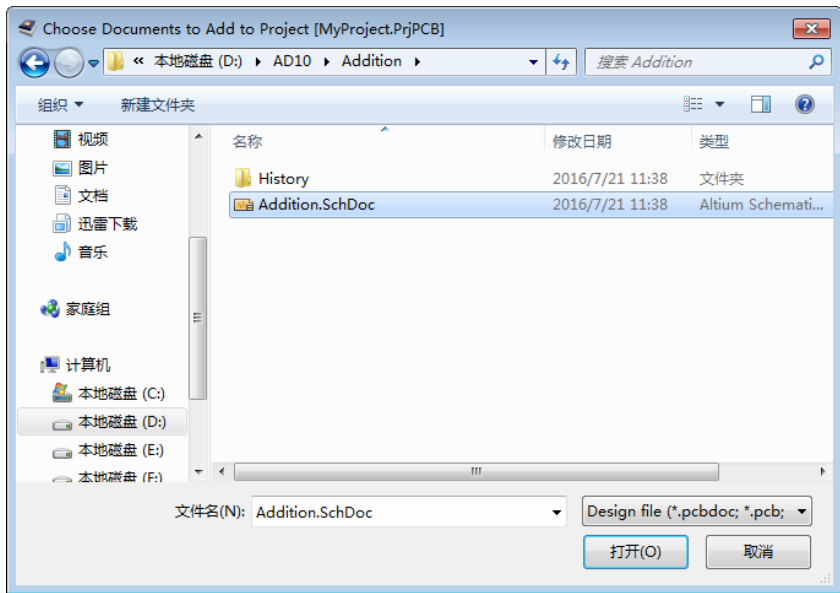

图 2-5 添加文档对话框
(1) 在工程面板的 MyProject.PrjPCB 工程名称上单击鼠标右键,在弹出菜单中选择 Add Existing to Project 命令,打开添加文档对话框。
(2) 选择要添加的文档所在的路径和文档名,本例待添加的文档所在路径为 D:\AD10\Addition,文档名称为 Addition.SchDoc (此文档见本书的电子资源),如图 2-5 所示。